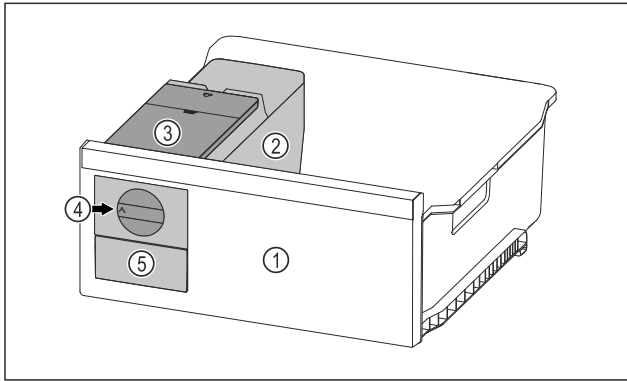

Fig. 179 Representación a modo de ejemplo
- ▶ Girar el botón giratorio *Fig. 179 (4)* en el sentido de las agujas del reloj hasta el tope.
- ▶ Los cubitos de hielo caen de la cubitera al compartimento de cubitos de hielo *Fig. 179 (5)*.